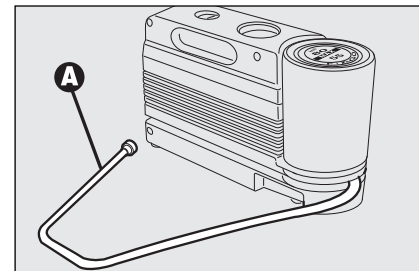
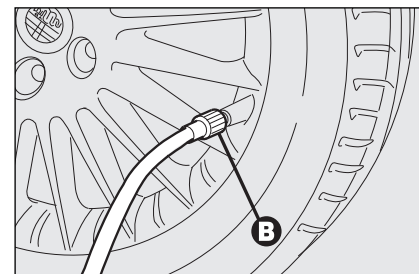

fig. 17
fig. 18
- Draai de ventieldop los, neem de vulbuis **A-fig. 17** uit en draai de ring **B-fig. 18** op het ventiel van de band;